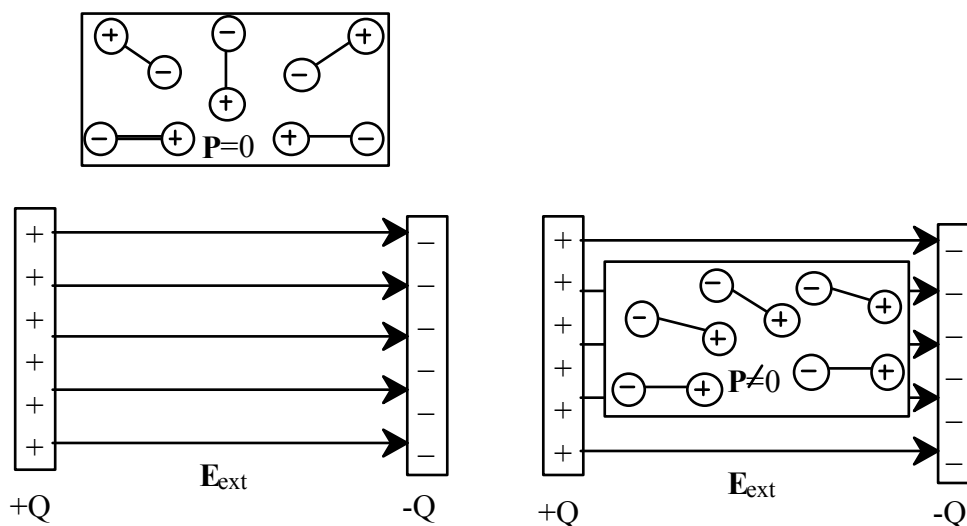

Figure 1
- par induction : le champ électrique induit des dipôles dans les molécules sur lesquelles il agit (cf. figure 1).